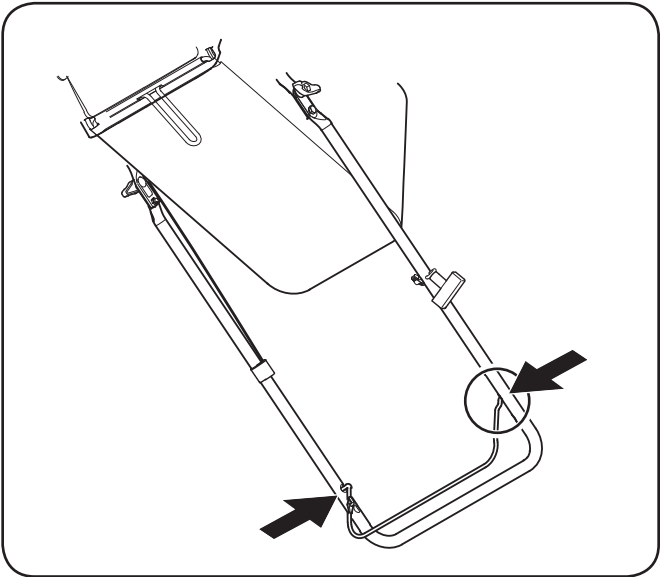

Figure 6-1
- 1. Lubrifiez les points de pivot de la poignée de commande de la lame au moins une fois par saison avec une huile légère. La commande de la lame doit fonctionner facilement dans les deux sens. Voir la Figure 6-1.